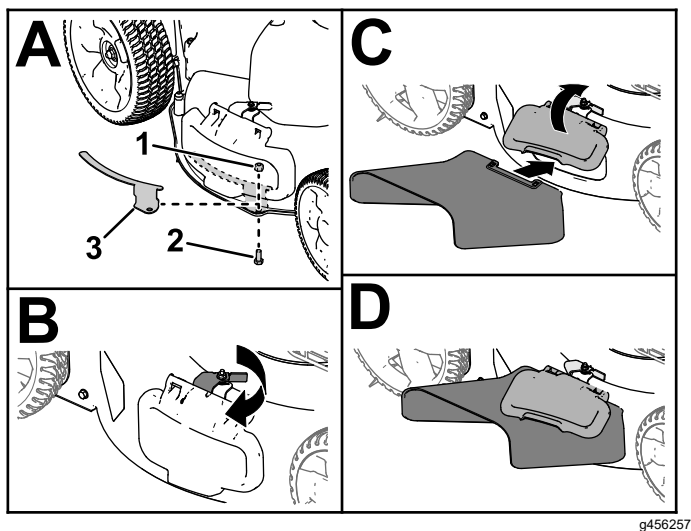

Figura 19
1. Retire el soporte del deflector de descarga lateral y las fijaciones (Figura 19, A).
2. Desenganche y levante el deflector lateral e instale el conducto de descarga lateral (Figura 19, B, C y D).
Importante: Instale el soporte del deflector cuando no va a utilizar el conducto de descarga lateral (Figura 19, A).